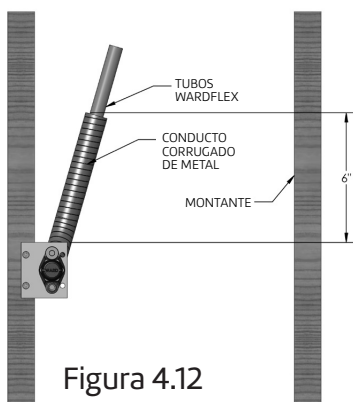

Figura 4.12
- B. También se deben usar conductos corrugados para proteger los tubos de riesgos de perforación cuando WARDFlex se instala en una ubicación oculta donde no se puede desplazar un mínimo de 3" de un posible punto de riesgo de perforación o la distancia entre los soportes es menor que 24 pulgadas. Véase la figura 4.12.